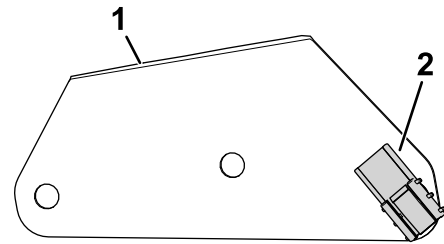

Figura 3
1. Fissate il connettore a clip alla staffa del cablaggio preassemblato (Figura 3).